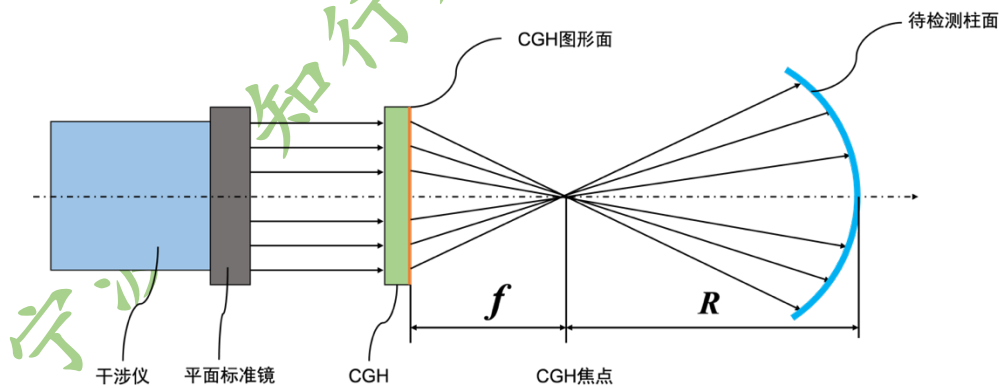

图 8：凹柱面检测光路示意图
10.1 待检测柱面镜为凹面时，设待检测凹面镜曲率半径大小为  $R$ ，柱面 CGH 的焦距为  $f$ （CGH 图形面距离焦点的距离），将柱面待检测面放到焦点后面距离为  $R$  的位置，如图 8 所示：